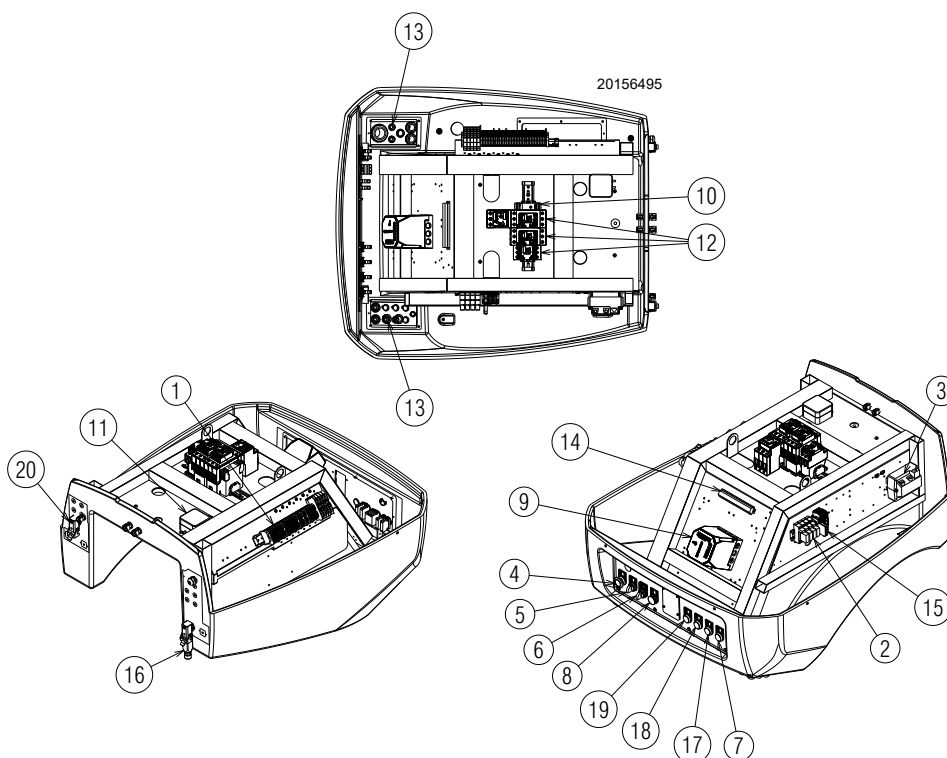

Fig. 5
- **Blocage de la boîte de contrôle:** l'allumage du bouton (LED rouge) de la boîte de contrôle 9) (Fig. 5) et du bouton lumineux 8) indique que le brûleur est bloqué. Pour le débloquer, appuyer sur le bouton 8).